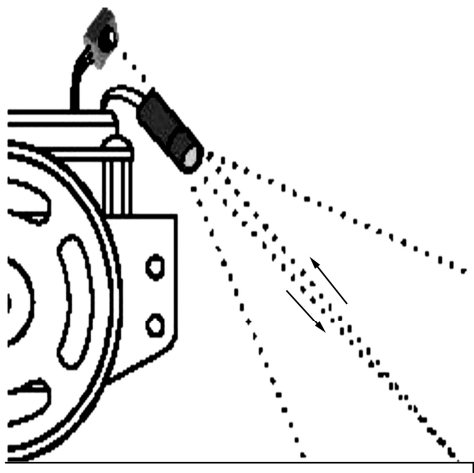

图 6-8 红外探测器朝下扫描条纹带
- 调节 IR LED/探测器的位置向下和向外, 如图 6-8 所示;